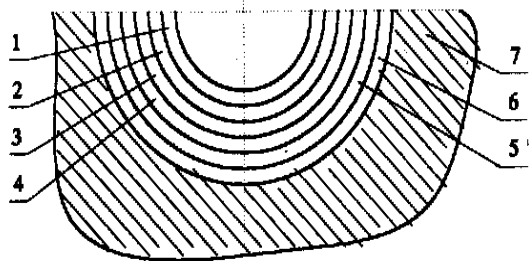

图 2 铜、胶相间法贴合修复示意
(4) 安装轴承。首先把轴承安装在水泵主轴上,然后在轴承外圈和第 2 层铜皮表面涂上足够的 660 乐泰固持胶,再将轴承装入托架(轴承座)内,常温固化 20 h 以上即可使用。铜、胶相间法如图 2 所示。